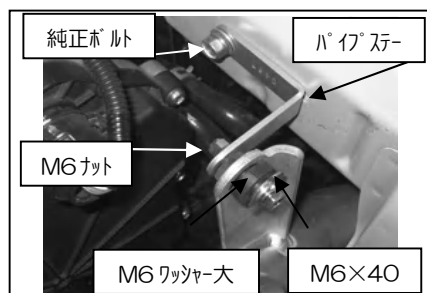

図 5
- ①パイプステーをM6×40、M6ワッシャー（大）、M6ナットで車両へ取付けます。図5参照